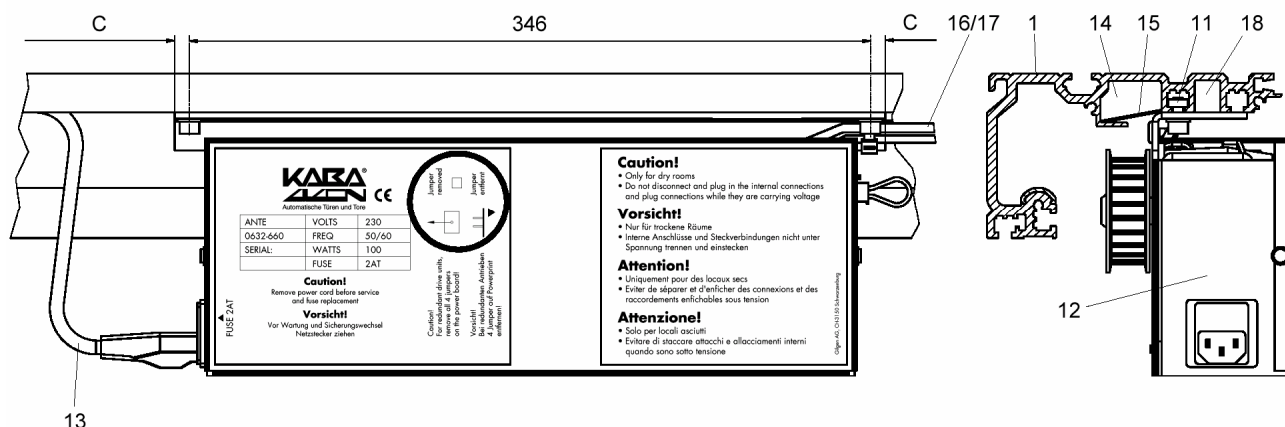

Рисунок 3.9 – Блок привода ANTE
2. Вложить Т-образные винты (11) в Т-образный паз (см рисунок 3.9).
3. Закрепить блок привода (12) цилиндрическими болтами с шайбами гровера в промаркированных точках С, на направляющем профиле (1).
4. Уложить кабель подключения (13) в канал (14) в направлении электрической розетки, защиту кабеля (15) вложить сбоку блока привода (12) в кабельный канал и продвинуть так, чтобы она встала над блоком привода ANTE.
5. Кабели (16) и (17) подсоединяются к плате управления после ее монтажа, см. раздел 3.5.